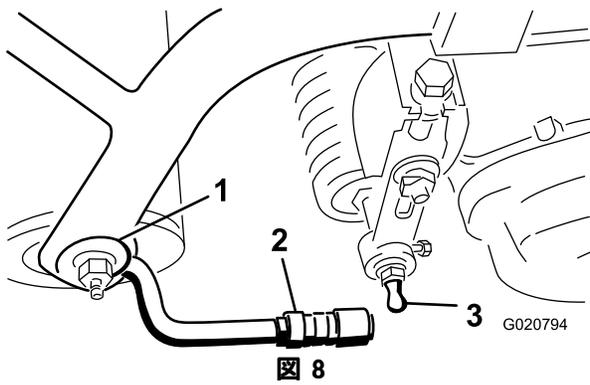

図 8
3. スリーブをボールジョイントの位置まで引き戻し、レシーバーをカッティングユニットのボールスタッドに引っ掛ける。スリーブから手を離すとスタッドとジョイントが結合・ロックする (図 8)。